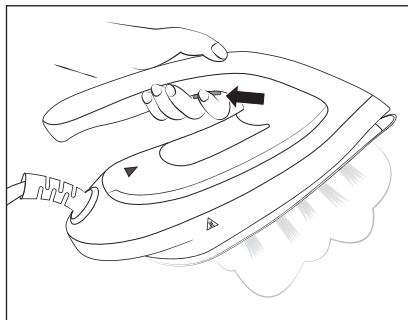

Fig. 5
❶ Indicación
- 1) Deje que la plancha de vapor ❶ se caliente hasta que el botón **MAX** ☞ ❶ o **ECO** ☞ ❷ se ilumine de forma permanente.
- 2) Retire la plancha de vapor ❶ de la base de apoyo ❶ y pulse el botón de chorro de vapor ☞ ❷ durante el planchado (consulte la fig. 5). El vapor saldrá por los orificios de salida de la suela de la plancha ❷.